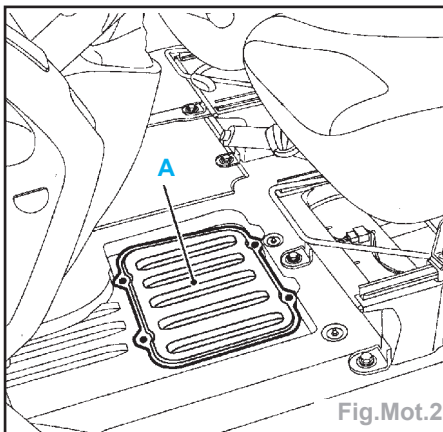

Fig.Mot.2
Nota : la batterie étant située sous le siège gauche, il faut déposer le tapis de sol, en le dégrafant, puis la trappe à batterie (A) en desserrant les vis (Fig.Mot.2).